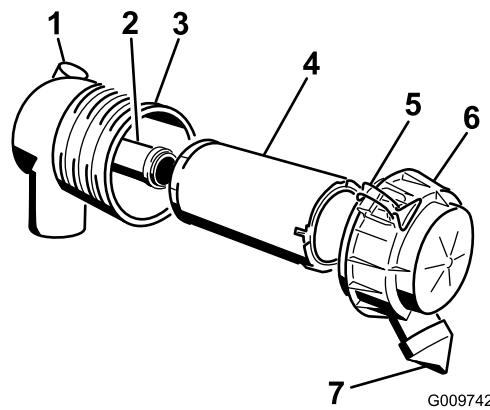

Figure 30
**Important:** Faites l'entretien du filtre à air uniquement quand l'indicateur de colmatage est rouge (Figure 30). Changer le filtre à air prématièrement ne fait qu'accroître le risque de contamination du moteur par des impuretés quand le filtre est déposé.
4. Ouvrez les attaches du filtre à air et séparez le couvercle du corps du filtre (Figure 30).
1. Sortez l'élément principal du corps du filtre avec précaution (Figure 30). Évitez de cogner l'élément à l'intérieur du corps.
- Si vous remplacez l'élément filtrant de sécurité, insérez-le avec précaution dans le corps du filtre (Figure 30).
- Placez ensuite l'élément principal sur l'élément de sécurité avec le même soin (Figure 30). Assurez-vous qu'il est bien engagé en appuyant sur le rebord extérieur.
- Reposez le couvercle du filtre à air, le côté portant l'inscription "UP" en haut, et fermez les dispositifs de verrouillage (Figure 30).